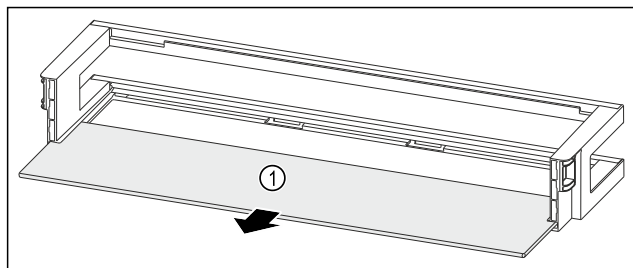

Fig. 191 Balconnet de contre-porte avec tablette de rangement
- Retirer la tablette de rangement Fig. 191 (1).